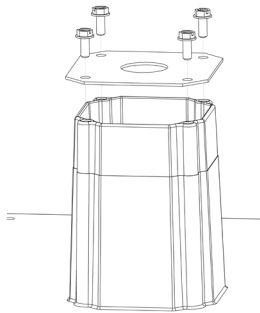

FIGURA 1
- Remueva la placa de acceso original del aparato ECB. (Vea la Figura 1)